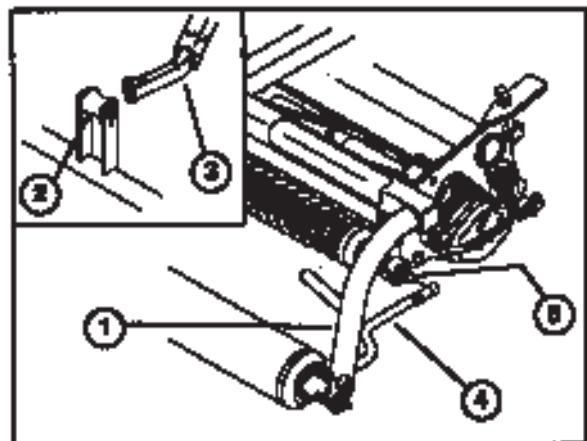

Figure 5
2. Placez une rondelle et une rotule à chaque extrémité du rouleau avant sur les plateaux de coupe (Fig. 5).
3. Poussez le plateau de coupe sous le bâti de traction en accrochant le galet de relevage au bras de relevage (Fig. 5).